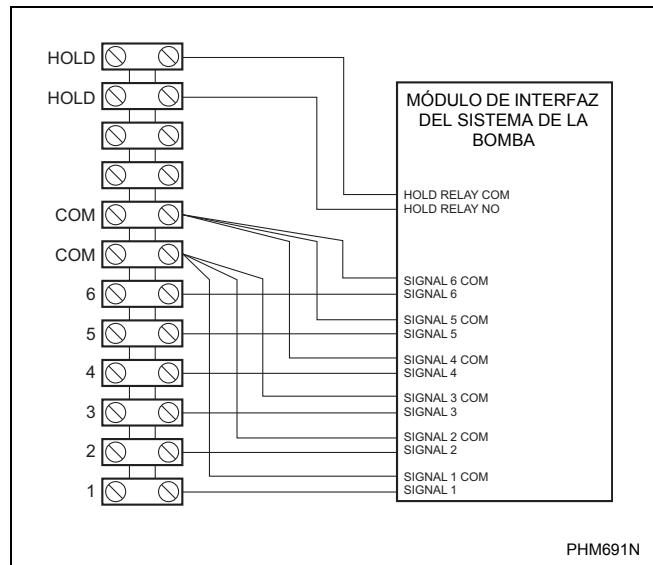

Figura 21
4. Conecte todos los cables comunes de señal del sistema de la bomba a los dos terminales de señal química de la máquina con etiqueta "COM" (se recomienda conectar tres cables a cada terminal COM como está dibujado en la *Figura 21*- cada terminal puede acomodar hasta 3 cables de 16 AWG).